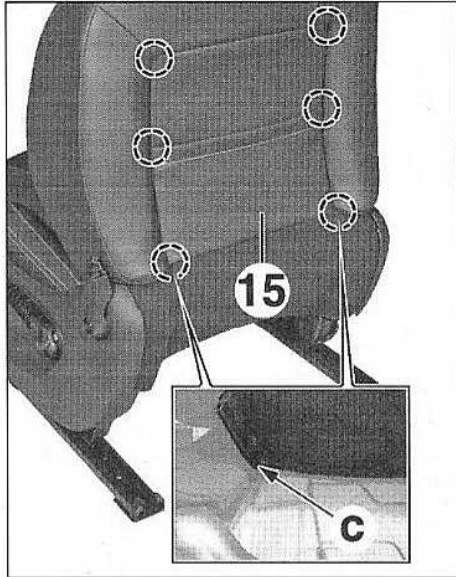
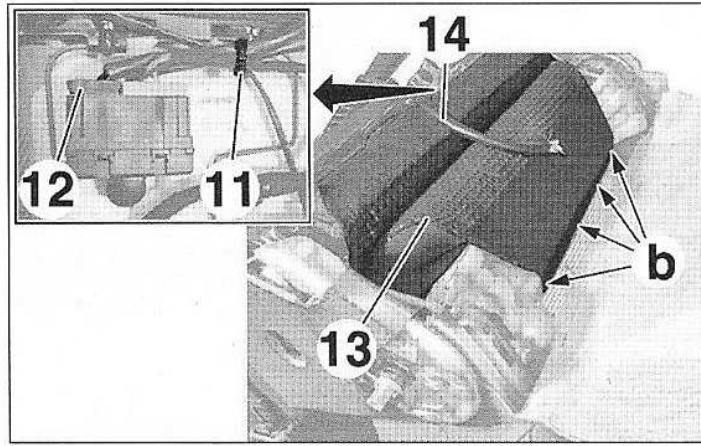

FIG.12
FIG.11
- Couper le collier (11) (Fig.11).
- Débrancher le connecteur (12).
- Dégrafer la garniture de dossier (13) en (b).
- le faisceau électrique (14),
- la garniture de dossier (13).
- Dégrafer les verrouillages en (c) (Fig.12).
- Dégager la garniture arrière (15).